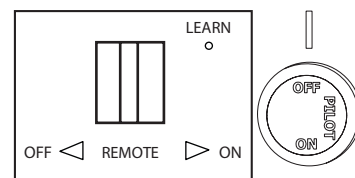

Fig. 26: Receptor y perilla de control
2. Coloque el interruptor del receptor en la posición "ON" (encendido) (consulte la Fig. 26).
3. Gire la perilla de control en dirección de las manecillas ↻ del reloj hacia la posición OFF (apagado) (consulte la Fig. 26).
4. Espere cinco (5) minutos para que se despeje el gas. Luego verifique si hay olor a gas, incluso cerca del piso. Si percibe olor a gas, ¡DETÉNGASE! Siga la sección "B" de la información de seguridad, como se indicó anteriormente. Si no hay olor a gas, proceda con el próximo paso.
5. Presione levemente la perilla de control de gas y gírela en dirección contraria a las manecillas ↻ del reloj hasta la posición "PILOT" (piloto) (consulte la Fig. 26). Presione la perilla de control.